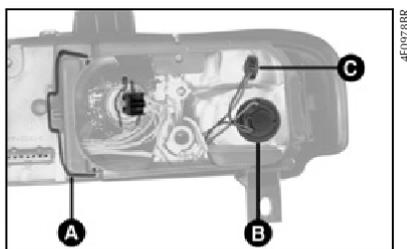

fig. 20
1) remover a tampa plástica para ter acesso à lâmpada deslocando a trava **A-fig. 20**;
2) retirar o porta-lâmpadas **B-fig. 20** e **21** girando-o no sentido anti-horário;
2) retirar o porta-lâmpada **C-fig. 20** e **21** girando-o no sentido anti-horário;